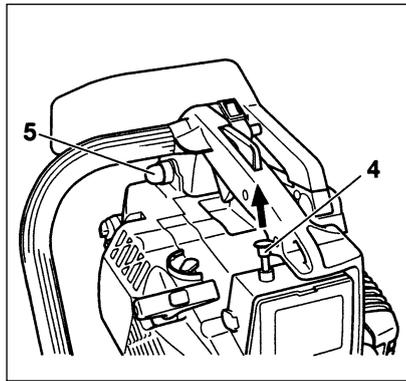

Рис. 2-3
1. Установить выключатель зажигания (1) в положение ON (ВКЛ).
* Несколько раз нажать на заливочный баллон (5), чтобы топливо потекло через баллон в карбюратор. (Если имеется) (Рис. 2-3)
3. Полностью вытянуть ручку заслонки в закрытое положение (4). (Рис. 2-3)